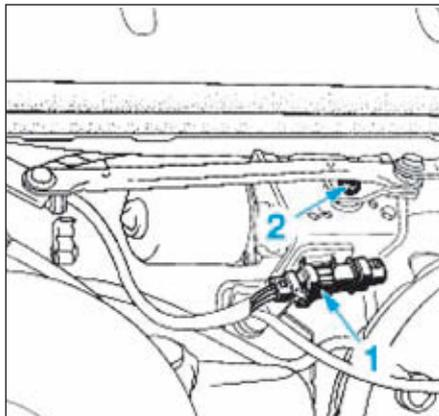

FIG.80
- Débrancher le connecteur (1) (Fig.80) du moteur d'essuie-glace.
- Déposer l'écrou de l'axe du moteur (2).